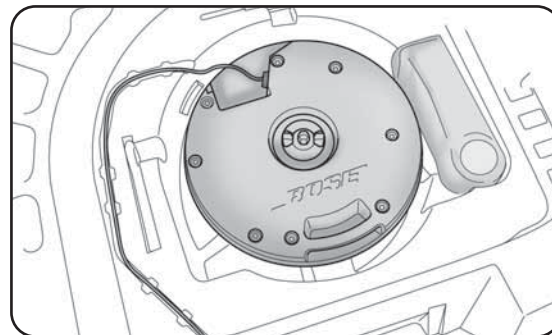

fig. 12
Subwoofer et "Kit Fix&Go Automatic" fig. 12
- prenez le "Kit Fix&Go Automatic" logé à droite dans le coffre à bagages (fig. 12) ;